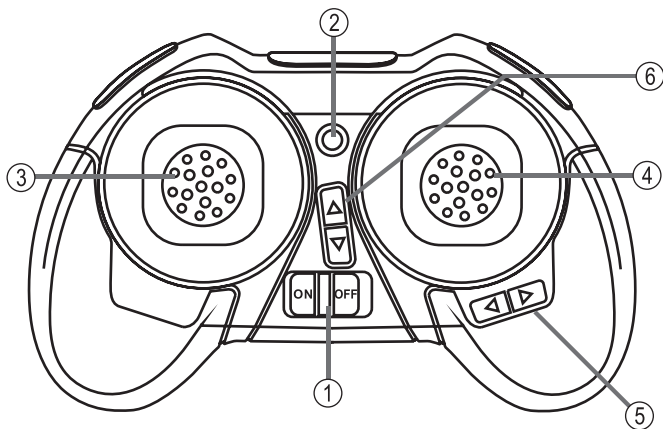

Figure 3
L'état des piles est contrôlé en permanence quand l'émetteur est en fonction. Si le niveau de tension de la pile chute sous une valeur déterminée, l'émetteur le signale par une tonalité d'avertissement répétée à intervalles et le clignotement constant de la DEL sur l'émetteur (figure 3, n° 2). En tel cas, vous devez immédiatement interrompre le vol puis remplacer les piles de l'émetteur.
Si vous poussez la manette des gaz (figure 3, n° 3) vers l'avant, la vitesse de rotation du moteur augmente et le quadricoptère monte. Si vous tirez la manette des gaz vers l'arrière, le quadricoptère descend. Si vous laissez la manette des gaz dans la zone en position médiane, le quadricoptère maintiendra à peu près l'altitude.
- Placez le levier de commande pour la commande moteur sur la position la plus basse (1).
- Allumez le quadricoptère (2). Les DELs avant du modèle commencent à clignoter en rythme rapide.
- Activez l'émetteur à télécommande en actionnant l'interrupteur Marche/Arrêt (3). L'émetteur confirme cette action en émettant un double signal sonore. La DEL de contrôle sur l'émetteur (figure 3, n° 2) clignote.
- Enfoncez le levier de commande (4) gauche vers l'avant, jusqu'à ce qu'une tonalité de contrôle retentisse.
- Tirez le levier de commande (5) gauche vers l'arrière, jusqu'à ce qu'une tonalité de contrôle retentisse. La DEL de contrôle sur l'émetteur et les DELs sur le quadricoptère s'éclairent désormais en permanence.